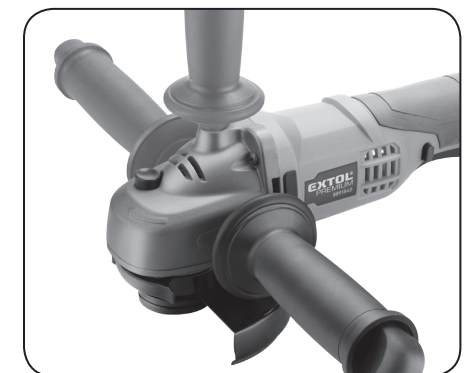

Abb.7, Abbildung illustrativ
- Schrauben Sie den Vordergriff je nach auszuführender Tätigkeit in die entsprechenden Bohrungen im Winkelschleifergehäuse ein (Abb. 7).
- Schrauben Sie den Griff in die Bohrung im oberen Bereich des Winkelschleifers dann ein, wenn Sie den Winkelschleifer zum Flächenschleifen verwenden wollen, siehe Abb. 7.